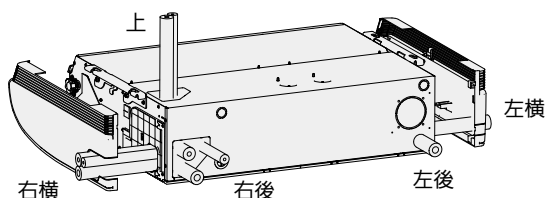

図4
- 4-5. 冷媒配管3方向(右後・右横・上)、ドレン配管は5方向(右後・右横・左後・左横・上)から取り出しができます。(図4)